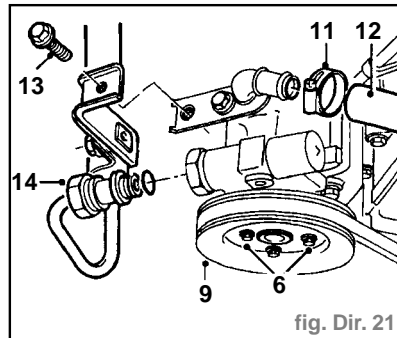

fig. Dir. 21
- Desserrer les 3 boulons (6) maintenant la poulie sur la pompe de direction assistée (Fig. Dir. 21).